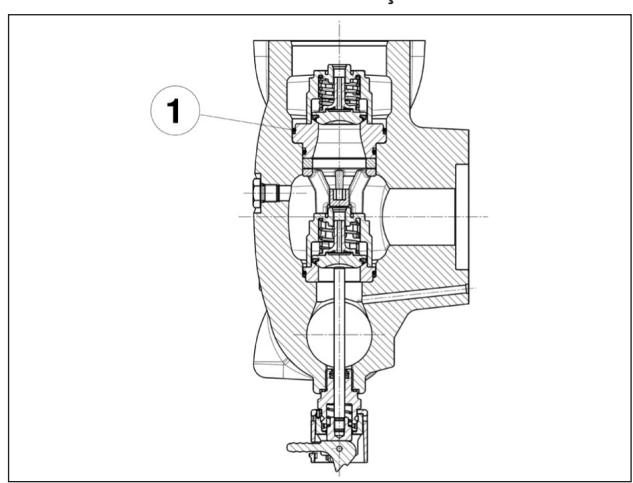

Fig. 122
**Preste atenção especial na inserção do anel circular indicado na pos. ①, Fig. 122.